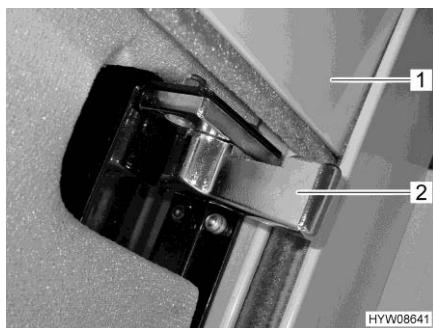
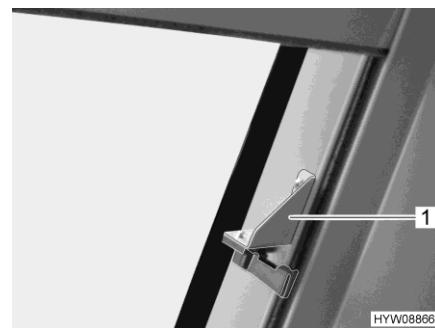

Fig. 65 Chiusura di sicurezza (oscurante a rullo)
Fig. 66 Chiusura di sicurezza aggiuntiva (oscurante a rullo)
- Sui entrambi i lati, ruotare spingendo in avanti le chiusure di sicurezza (Fig. 65,2 o Fig. 66,1).
- Premere e tenere premuto il pulsante basculante (Fig. 67,1 o Fig. 68,1), finché l'oscurante a rullo (Fig. 65,1) ha raggiunto la posizione desiderata.
- Premere e tenere premuto il pulsante basculante (Fig. 67,1 o Fig. 68,1) finché l'oscurante a rullo (Fig. 65,1) ha raggiunto la posizione più alta.
- Su entrambi i lati, ruotare spingendo all'indietro la chiusura di sicurezza (Fig. 65,2 o Fig. 66,1).